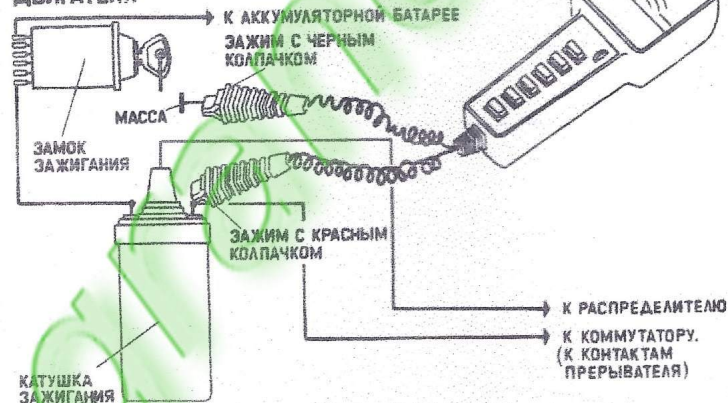
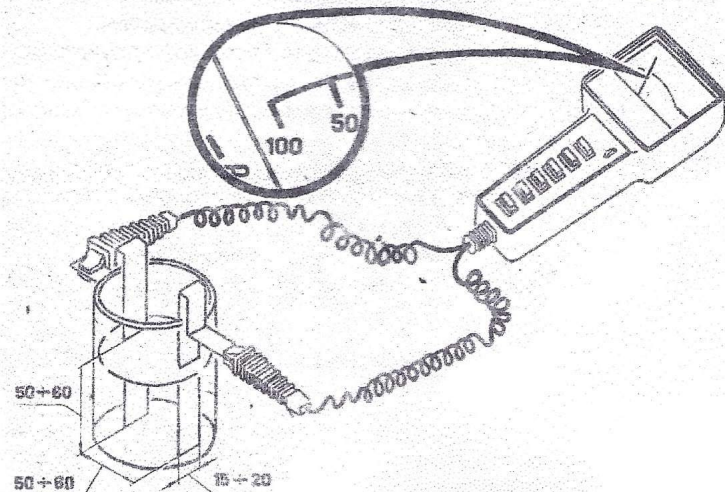

Рис. 1
Рис. 2
- Подключить АТ (рис.1); одновременно нажать две кн. «1500 и \angle »; отсчет вести по шкале 6000 г/min.;
- Подключить АТ (рис.1); диапазон 0 - 1500 включается при нажатии кнопки «1500 г/min»;
- Нажать кн. « \angle »; подключить АТ- рис.1; завести двигатель и добиться устойчивых оборотов х/х (≈ 800 г/min.);
- Наж. кн. «V», а регулятор «2,5 - 25» повернуть в сторону «25» до щелчка подкл. АТ-рис.1- шкала «0- 2,5» и х на 10: проворачивая вал двиг. спец. ключом, определить такт сжатия в 1-м цилиндре и совместить метки на шкиве и картере;
7. Работа АТ в режиме измерения сопротивления (R).
- Изготовить электроды из тонкого металла (жесть, лагунь и т.д.) рис.2; залить в стакан дистиллированную воду и поместить в нее электроды; замерить R-оно должно быть > 100 к Ω . (чем $> R$, тем выше качество воды).
- Подключить к клеммам электромагнитного клапана лампу 12V, мощностью не более 2W; подключить АТ (рис.1);